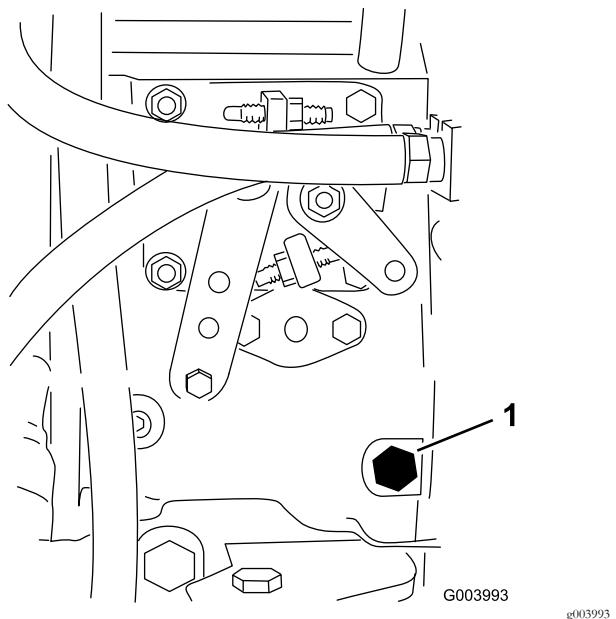

Figura 22
3. Desaperte o parafuso de drenagem que se encontra na bomba de injeção de combustível (Figura 22) com uma chave de 12 mm.